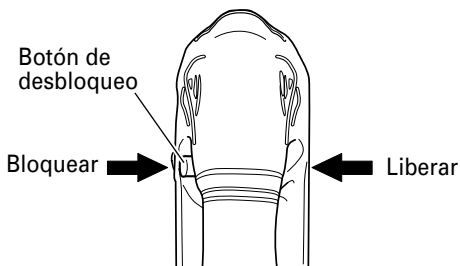

Fig. 9
(1) Botón de bloqueo-desconexión (Fig. 9)